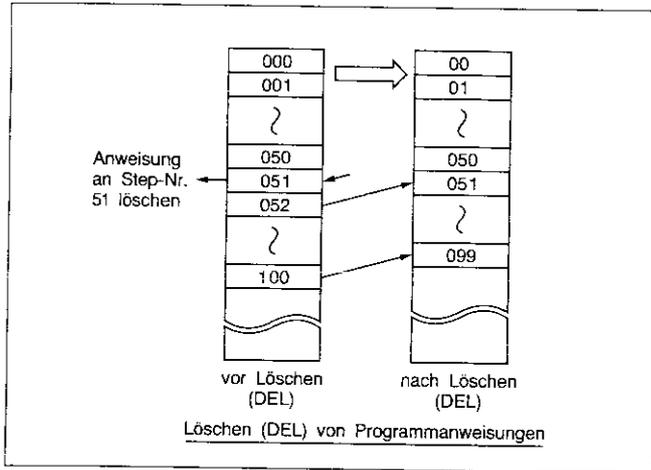
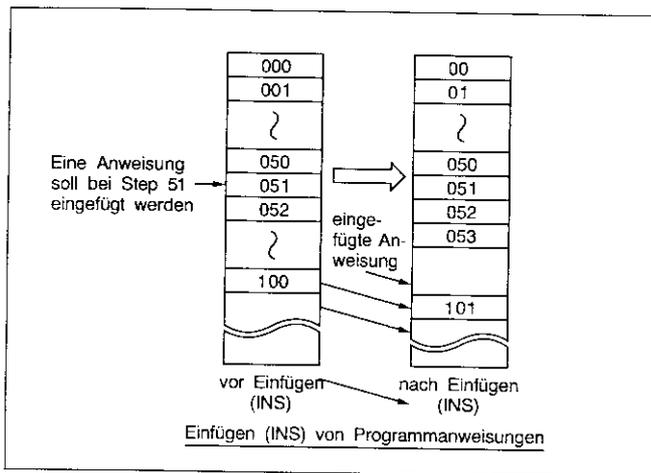

Bild 14.12
Bild 14.13
- Werden im Programmspeicher Anweisungen eingefügt oder gelöscht, so werden die Step-Nrn. der Anweisungen des bereits bestehenden Anwenderprogramms automatisch erhöht bzw. erniedrigt (s. Bild 14.12 und Bild 14.13).